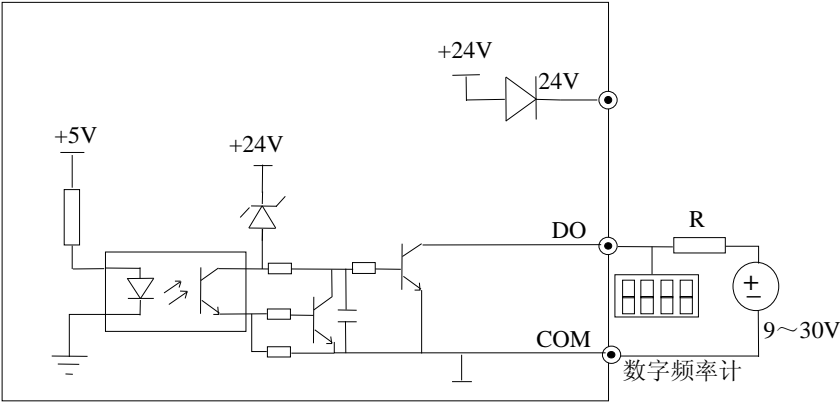

图 2-29 多功能输出端子数字脉冲输出连接方式2
4) 多功能输出端子/数字脉冲频率输出DO作为数字脉冲频率输出时也可使用外部电源, 9~30V, 接线方式请参见图2-29。